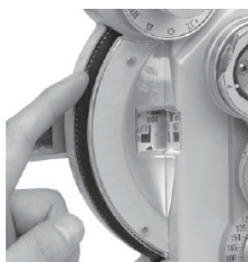

Fig.11
Pentru a afișa numai puterea sferică (scurtată ca „S”), rotiți butonul auxiliar al lentilei ②① în poziția O, apoi rotiți butonul cilindric al lentilei ②⑦ până când „00” este afișat pe scara cilindrică de putere ②⑤. Apoi rotiți selectorul de putere sferic slab ②③, valoarea S este afișată pe scară de putere sferică ②④, în intervalul de la -19,00D~+16,75D, crescând sau scăzând progresiv în 0,25D (Fig.11).